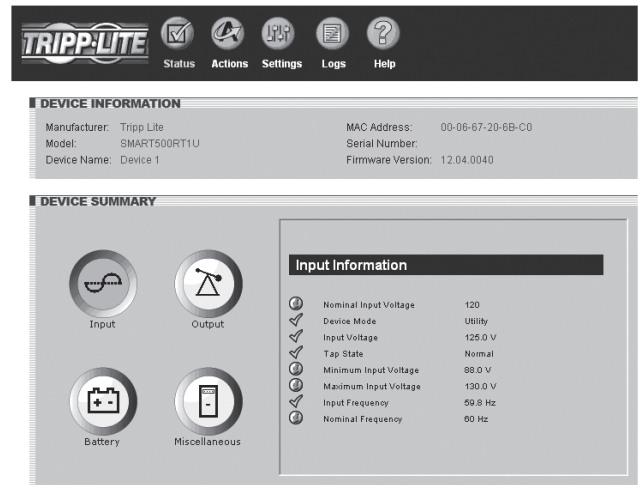

Рис. 3-3: Страница статуса
4. После ввода имени пользователя и пароля в окне браузера отобразится страница состояния (Рис. 3-3).
Нажать кнопку меню «Status» (статус) для перехода к странице статуса (Рис. 3-3), на которой отображается информация об устройстве, итоговые данные и состояние, вызвавшее тревогу. Четыре дополнительных кнопки в окне позволяют выбрать категории информации: информация о входе, информация о выходе, информация о батарее и различная информация (например, дополнительная информация об устройстве и системная информация). При активизации информационной категории кнопка для этой категории меняет цвет с белого на синий. Статус каждой позиции информации указывается значком рядом с позицией.